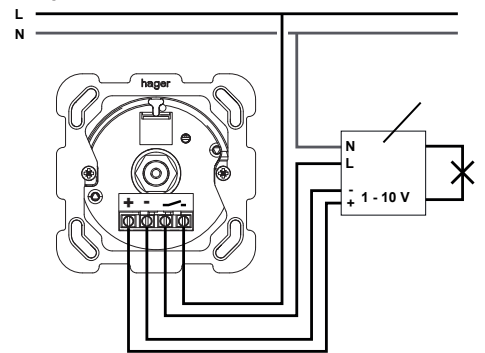

Bild 3: Anschlussplan
- Drehpotenziometer (1) gemäß Anschlussplan anschließen (Bild 3).
- Abdeckplatte (4) und Frontplatte (5) aufsetzen und über die Gewindemutter (6) anschrauben.
- i** Lampen-Betriebsgeräte, EVG (8) gemäß Herstellerangaben mit Schutzleiter verschalten. Die Summe der Steuerströme darf 40 mA nicht überschreiten, siehe Herstellerangabe der Lampen-Betriebsgeräte.